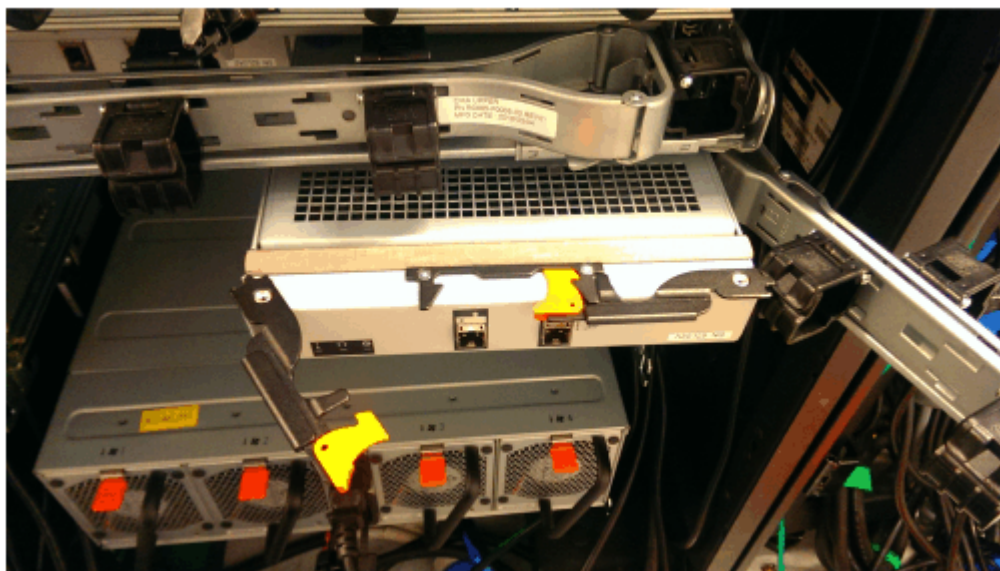

图 63. 安装扩展容器
1. 断开下部电缆管理臂弯管的连接以将其移开，如第 55 页的图 63 中所示。
4. 在扩展容器完全插入后，向内旋转每一个手柄以将其锁定到位，如第 55 页的图 63 中所示。